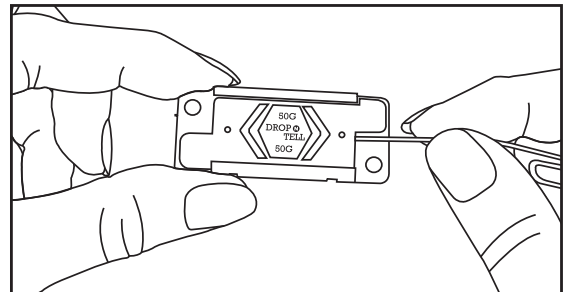

Figure 2
1. Insérez le bout d'une trombone dans le petit trou sur le côté de l'indicateur jusqu'à ce que la flèche revienne à sa place. (Voir Figure 2)